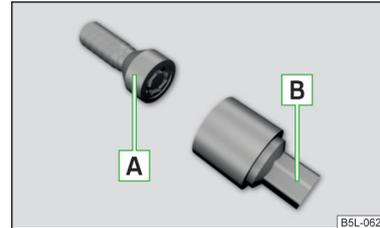

Abb. 203
Die Anti-Diebstahl-Radschrauben schützen die Räder vor einem Diebstahl. Diese können nur mithilfe des Adapters **B** » Abb. 203 gelöst bzw. festgezogen werden.
- Den Adapter **B** » Abb. 203 mit der verzahnten Seite bis zum Anschlag in die innere Verzahnung im Kopf der Anti-Diebstahl-Radschraube **A** stecken.